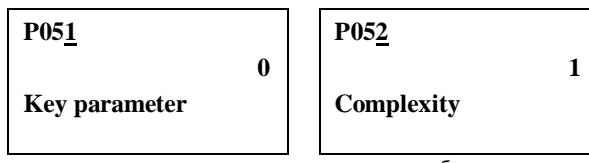

Рис.22. Отображение параметров P051 (а) и P052 (б)
■ **Свободный доступ** – через данный пункт меню осуществляется параметрирование преобразователя. Для активации пункта меню необходимо нажать кнопку <P>, после чего на дисплее появится описание параметра P051 и его значение (рис.22,а).
Параметр P052 (рис.22,б) позволяет выбрать параметры, которые будут отображаться на дисплее: